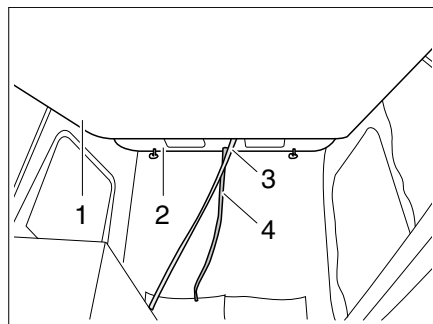

Bild 65 Bett im Hubdach
- Schlafdach (Bild 65,2) an den Griffen mit beiden Händen nach oben drücken.
- Matratze (Bild 65,1) an Ziehvorrichtung (Bild 65,3) nach unten ziehen bis sie hörbar einrastet.
- Matratze (Bild 65,1) nach oben drücken.
- Schlafdach an der Ziehvorrichtung (Bild 65,4) nach unten ziehen.